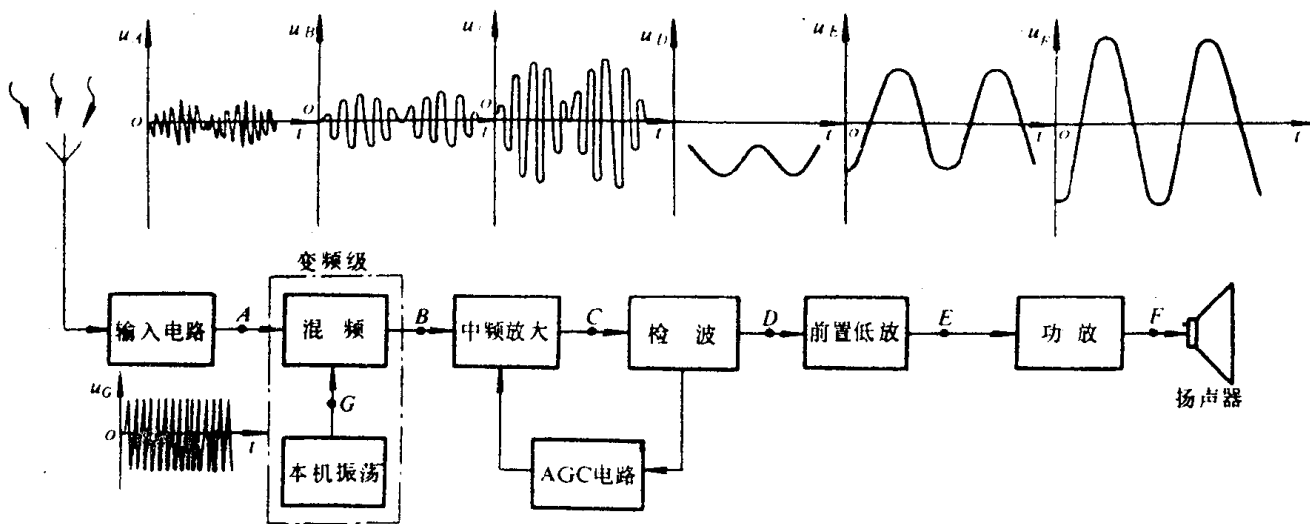

图 1-4 超外差式收音机方框图及各部分的波形图
一般超外差式收音机由接收天线、输入回路、变频级、中频放大级、检波及自动增益控制电路、低频放大级及功率放大级组成。其结构方框图如图 1-4 所示。
经自动增益控制的音频信号经低频放大及功率放大后，送给扬声器还原成声音。以上工作原理参见图 1-4。
7. 什么叫“超外差式”？它有什么优点？参照图 1-4 简述超外差式收音机的基本工作过程。